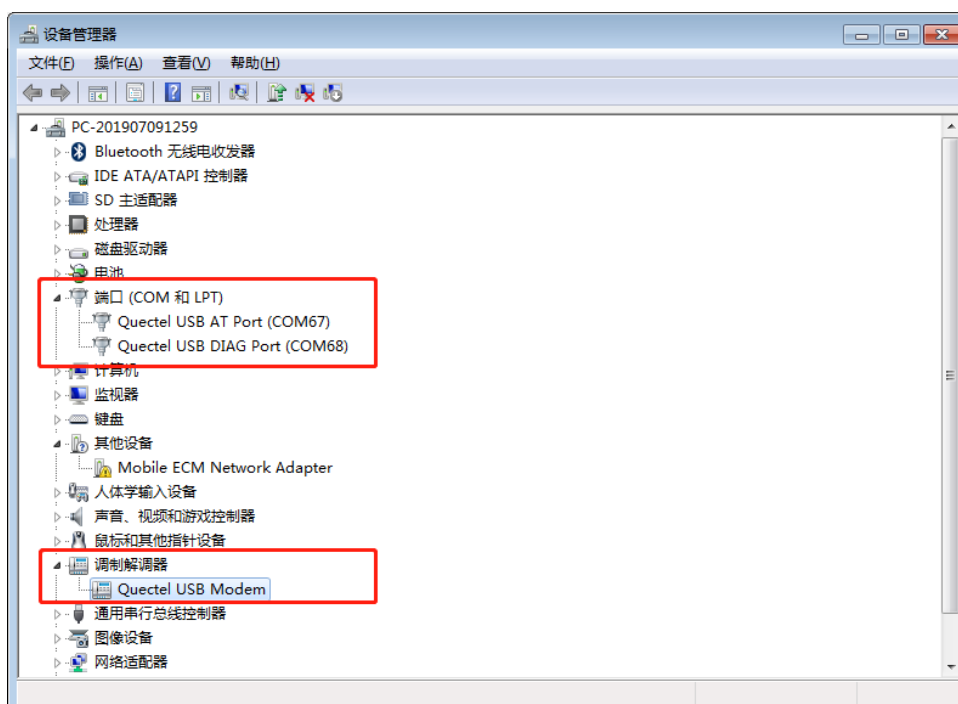

图 3.2.7 安装 USB 驱动-步骤 5
5. 安装成功后，可以看到三个端口（已经使用红色矩形框选），如图 3.2.7 所示。